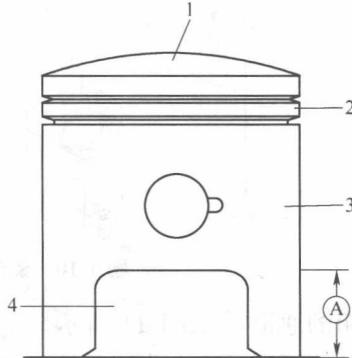

图 1-14 二行程发动机活塞
(4) 二行程发动机的活塞控制气口的开闭，当活塞位于上止点时，裙部必须盖住排气口，因此其裙部较长，且裙部开有窗口或缺口，如图 1-14 所示，以便与气缸体